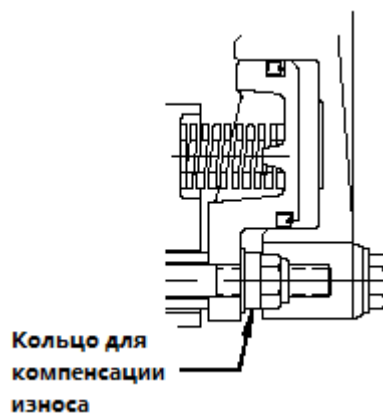

Рисунок 6
4.2.9 Смажьте резьбу на поверхности муфты консистентной смазкой 30 WT. Установите контргайки (18), плоские шайбы (17) и кольца для компенсации износа, которые были сняты шагом 4.2.5. Кольца для компенсации износа находятся под контргайками в качестве «запасных» для использования при замене фрикционных дисков. См. рис. 6.